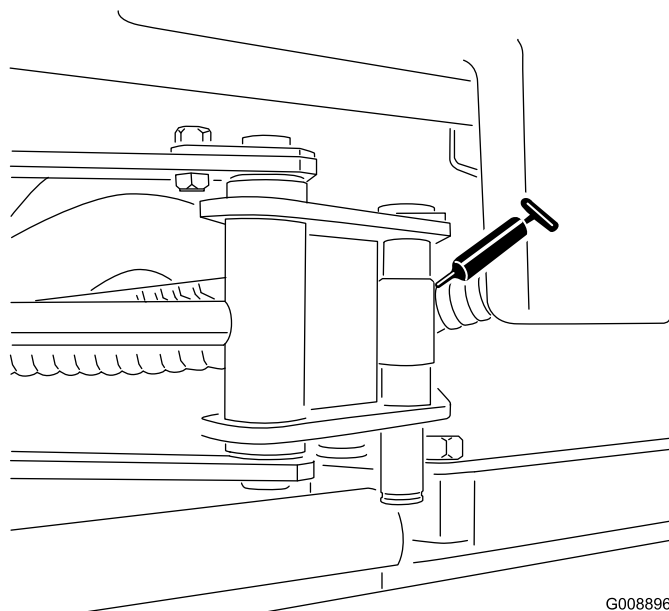

図 33
- ・ サイドワインダーのシリンダの両端（2ヶ所）（図 33）